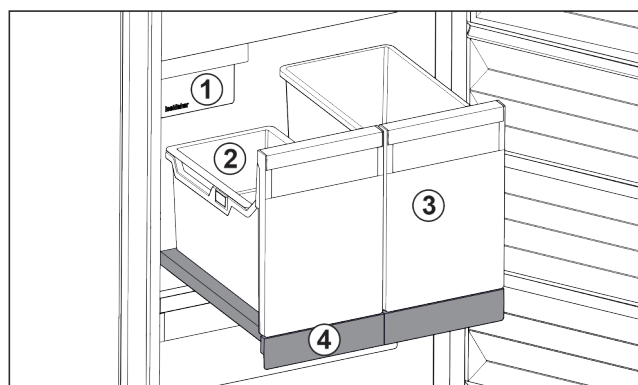

Fig. 28 Vysouvací přihrádka s IceTower
Na vysouvací přihrádce jsou dvě vysoké nádoby (IceTower). V nádobě Fig. 28 (2) se shromažďují a skladují kostky ledu z IceMaker. Nádoba Fig. 28 (3) se hodí pro skladování vysokých potravin jako pizzy nebo alkoholické nápoje.